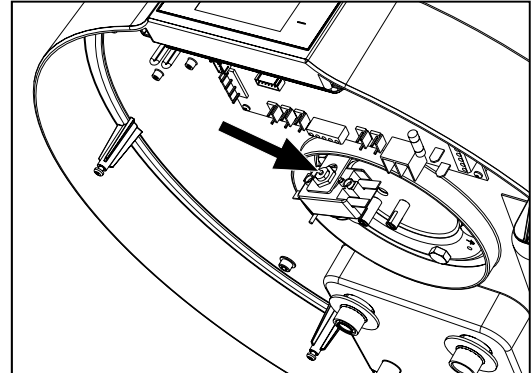

fig. 65 - Ripristino del termostato di sicurezza
- Ripristinare manualmente il termostato di sicurezza intervenuto (fig. 65). In caso di intervento il perno centrale del termostato fuoriesce per circa 2 mm.